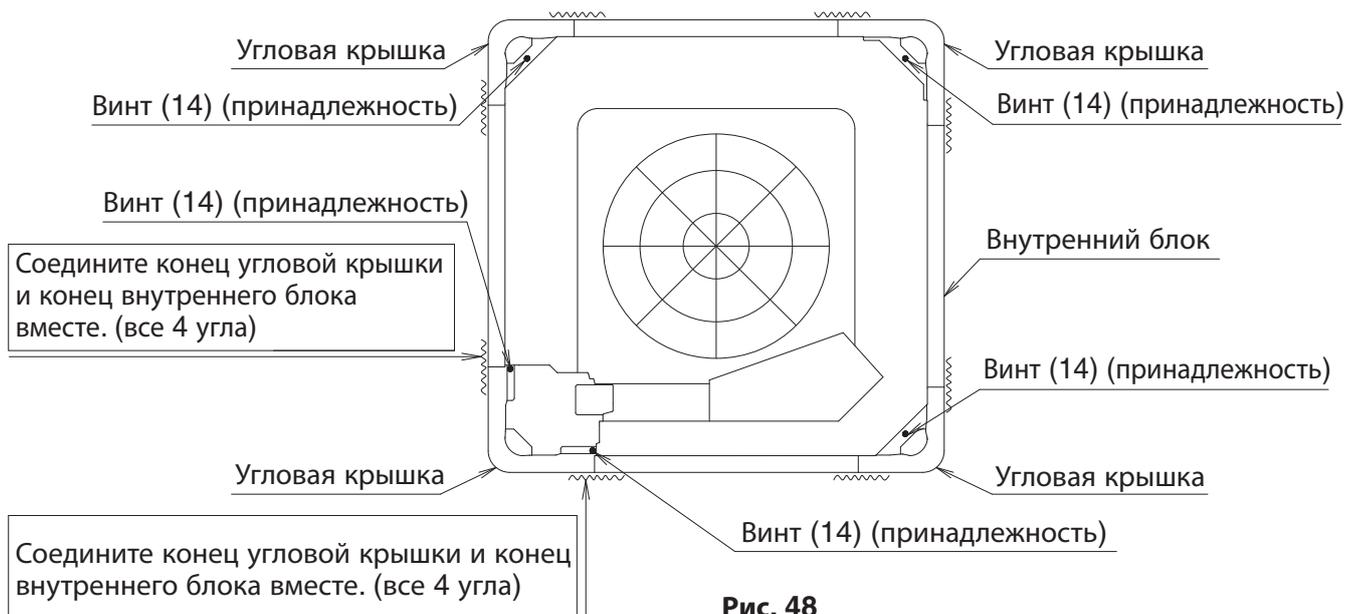

Рис. 48
Затем зафиксируйте угловую крышку с помощью прилагаемых винтов (14), одновременно нажимая на угловую крышку так, чтобы конец угловой крышки и конец внутреннего блока соприкасались. (См. рис. 48)